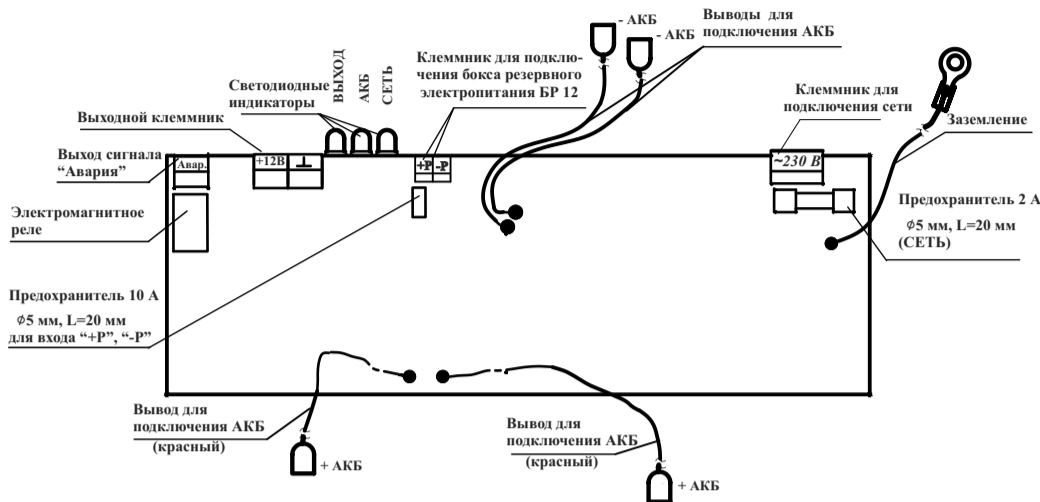

Рисунок 2 – Плата источника
6.3 Подключение соединений производить в следующей последовательности (см. рисунок 2):